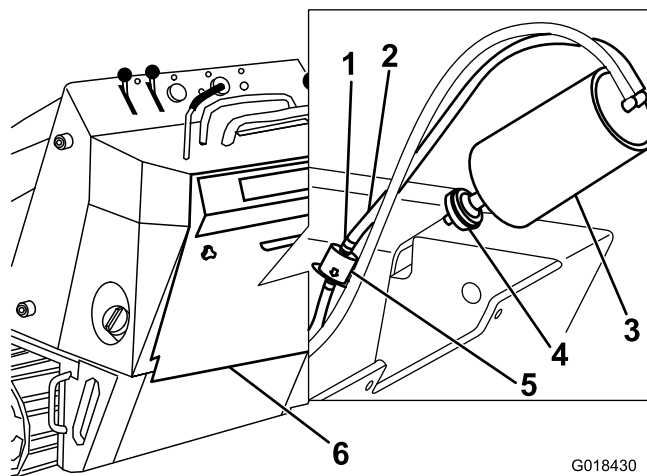

Figure 33
4. Déposez et mettez au rebut le filtre à air à charbon actif (Figure 33).
5. Posez un filtre neuf sur le filtre à charbon actif (Figure 33).
4. Éloignez les colliers à ressort situés de chaque côté du filtre à charbon actif du conduit de purge (Figure 33).
5. Déposez et mettez au rebut le filtre du conduit de purge (Figure 33).
6. Posez un filtre neuf dans le flexible en orientant la flèche située sur le filtre dans la direction opposée au filtre à charbon actif et fixez-le en place avec les colliers (Figure 33).